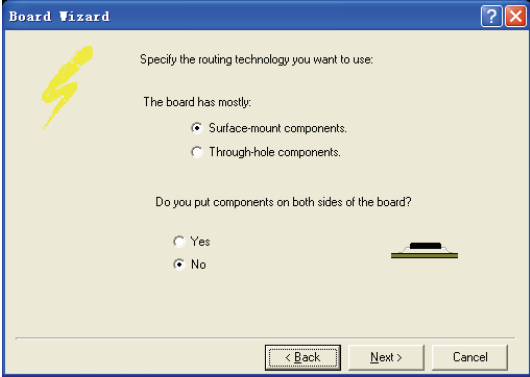

图 6-21 设置使用的布线技术
7) 单击“Next”按钮后，系统弹出如图 6-21 所示的对话框，此时可以设置将要使用的布线技术，选择放置表贴元器件多还是插孔式元器件多，元器件是否放置在板的两面。